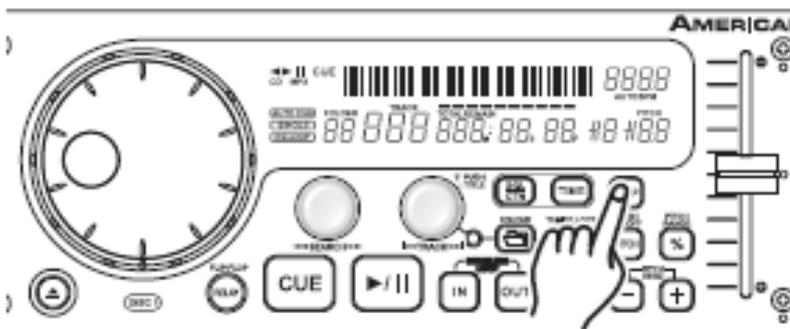

Figure 35
3) Tapotez à présent le *BOUTON BOP* (9) (Figure 35). Cela produira un effet stutrer aussitôt que vous appuyez sur le *BOUTON BOP* (9).